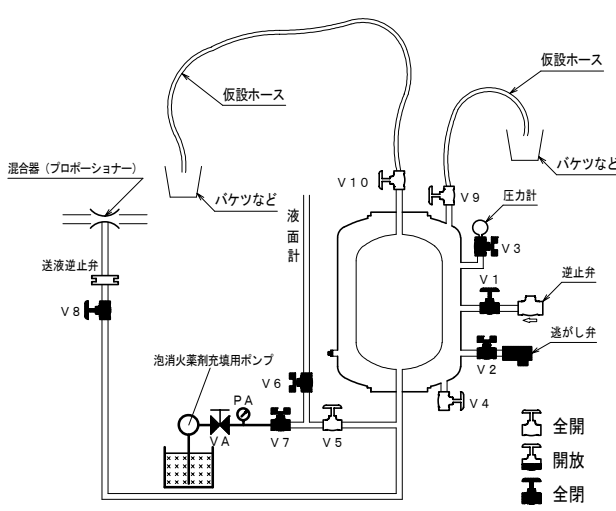

図 8. 泡消火剤の充填前準備 (No.1 の状態)
①泡消火薬剤の充填
- 作業① 原液用エア抜き弁 (V10) および水用エア抜き弁 (V9) からの泡消火薬剤や水の吹き出しに備えて、仮設ホースなどを接続し、バケツなどを準備する。
- 作業② 給／排液弁 (V7) に泡消火薬剤充填用ポンプ、仕切弁 (VA) および圧力計 (PA) を図 8 のように接続する。圧力計 (PA) は泡消火薬剤充填用ポンプの締切圧力以上のものを使用してください。
- 作業③ 排液弁二次側のプラグを外して、泡消火薬剤充填用ポンプを接続する。
- 作業④ 泡消火薬剤充填用ポンプに泡消火薬剤を入れる、または、泡消火薬剤充填用ポンプのサクシオンホースを泡消火薬剤ポリ容器に入れる。充填作業中に泡消火薬剤のポリ容器を切り替える際には、サクシオンホース内に空気が入らないようにしてください。空気が入ると泡消火薬剤が泡立ち、原液用エア抜き弁 (V10) または水用エア抜き弁 (V9) から泡消火薬剤が出てくる場合があります。(水用エア抜き弁から泡消火薬剤が出た場合は、ダイヤフラムの破損が考えられます。)
- 作業⑤ 以下の手順により、泡消火薬剤を充填する。